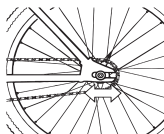

Рис. 24: Для изменения натяжения цепи следует двигать ось заднего колеса в дропаутах рамы.
2. Движением колеса за ось втулки (см. рис. 24) натяните цепь до необходимого уровня. Следите при этом, чтобы плоскость колеса оставалась параллельной продольной оси велосипеда;